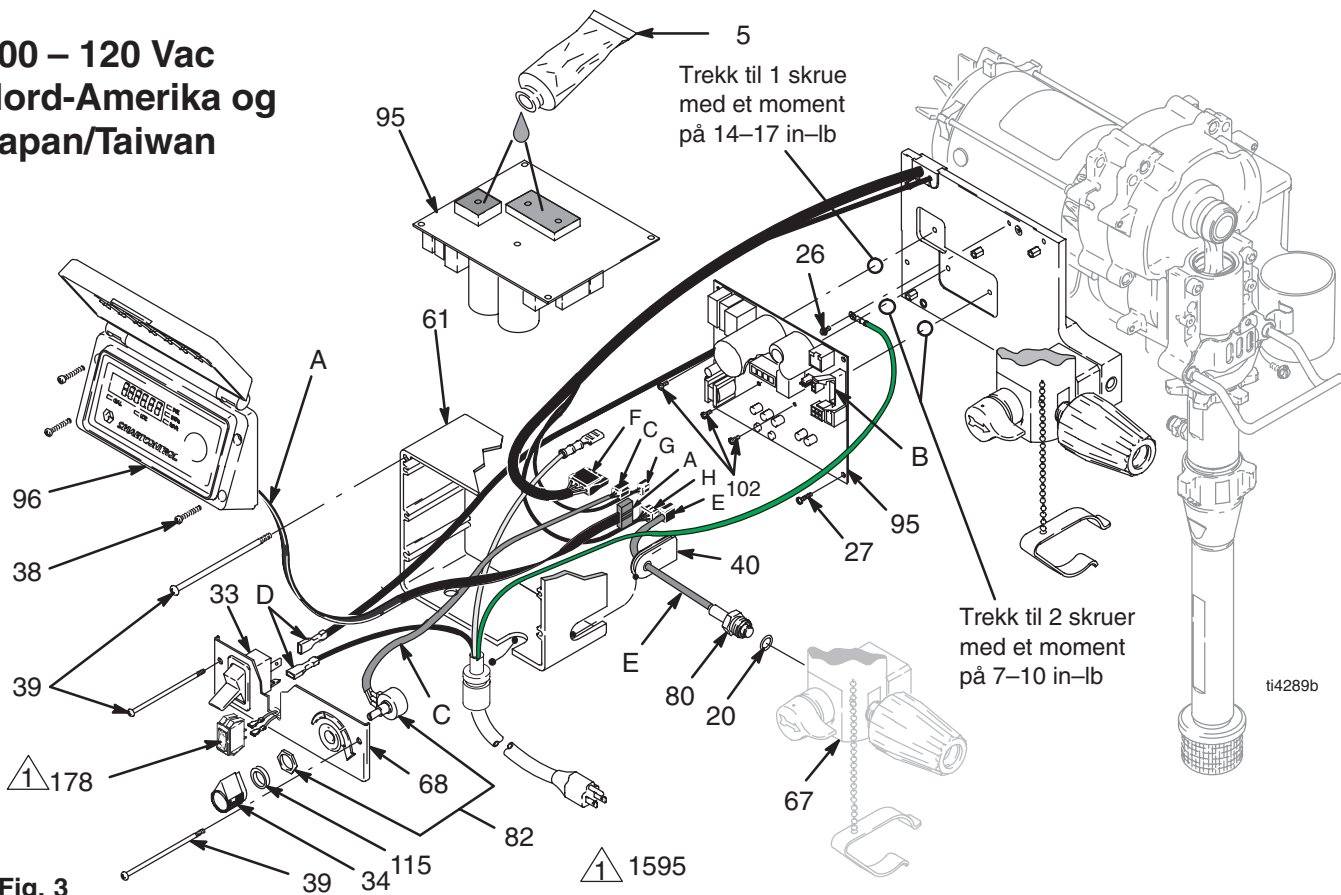

Fig. 3
- Fig. 3. Fjern fire skruer (38) og dekslet (96).
- Ta displaykontakten (A) av motorstyrekortet (95).
- Fjern de nederste to skruene (39) og la kontrollpanelet (68) henge fritt ned.
- Ta styrekortets elektriske ledning(er) (D) av PÅ/AV-bryteren (33) og motorstyrekortet (95).
- Ta potensiometerkontakten (C) av motorstyrekortet.
- Kople fra 15/20A bryteren (178) (1595).
- Ta transduserkontakten (E) ut av motorstyrekortet.
- Ta ut de to øverste skruene (39) og kontrollboksen (61).
- Ta ut fem skruer (27), tre skruer (102) og fjern motorstyrekortet.
- Fig. 3. Ha litt termisk kitt 110009 (5) på de skyggelagte komponentområdene bak på motorstyrekortet (95).
- Monter motorstyrekortet (95) med fem skruer (27). Trekk til med et moment på 9–11 in-lb (1,02 – 1,24 N·m). Monter og trekk til tre (102) skruer med verdiene som er gitt i Fig 3.
- Monter styreboks (61) med de to øverste skruene (39).
- Kople transduserkontakten (E) til motorstyrekortet.
- Kople til 15/20A bryteren (178) (1595).
- Kople motorstyrekortets elektriske ledning(er) (D) til PÅ/AV-bryteren (33).
- Kople potensiometerkontakten (C) til motorstyrekortet.
- Monter kontrollpanelet (68) med to skruer (39).
- Kople displaykontakten (A) til motorstyrekortet.
- Monter dekslet (96) med fire skruer (38).
2. Fig. 3, 4 eller 5. Fjern fire skruer (38) og dekslet (96).
3. Ta potensiometerkontakten (C) av motorstyre-kortet (95).
4. Ta av trykkreguleringsknotten (34) med en sekskantnøkkel.
5. Fjern pakningen (115), mutteren og potensiometeret (82) fra kontrollpanelet (68).